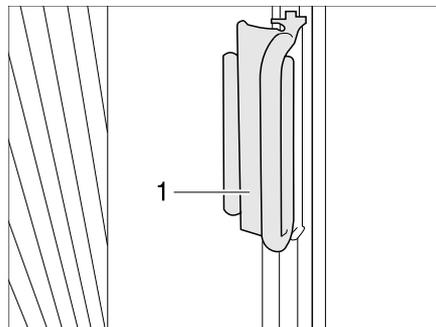

Bild 22 Verriegelung faltverdunklung Fahrer-/Beifahrerfenster
- Die faltverdunklungen für das Fahrerfenster und das Beifahrerfenster mit dem Griff (Bild 22,1) auf den Aufsatz schieben. Die faltverdunklung ist gesichert.